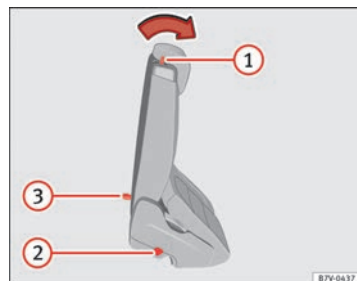

Fig. 81 Seconda fila di sedili: comandi dell'accesso facilitato.
- Togliere eventuali oggetti dal vano piedi della seconda fila di sedili ⇒ ①.
- Spingere la leva ⇒ fig. 81 ① in avanti e abbattere lo schienale del sedile posteriore. Il sedile posteriore si può abbattere completamente in avanti ⇒ ⚠ e si può spostare ulteriormente in avanti in senso longitudinale.